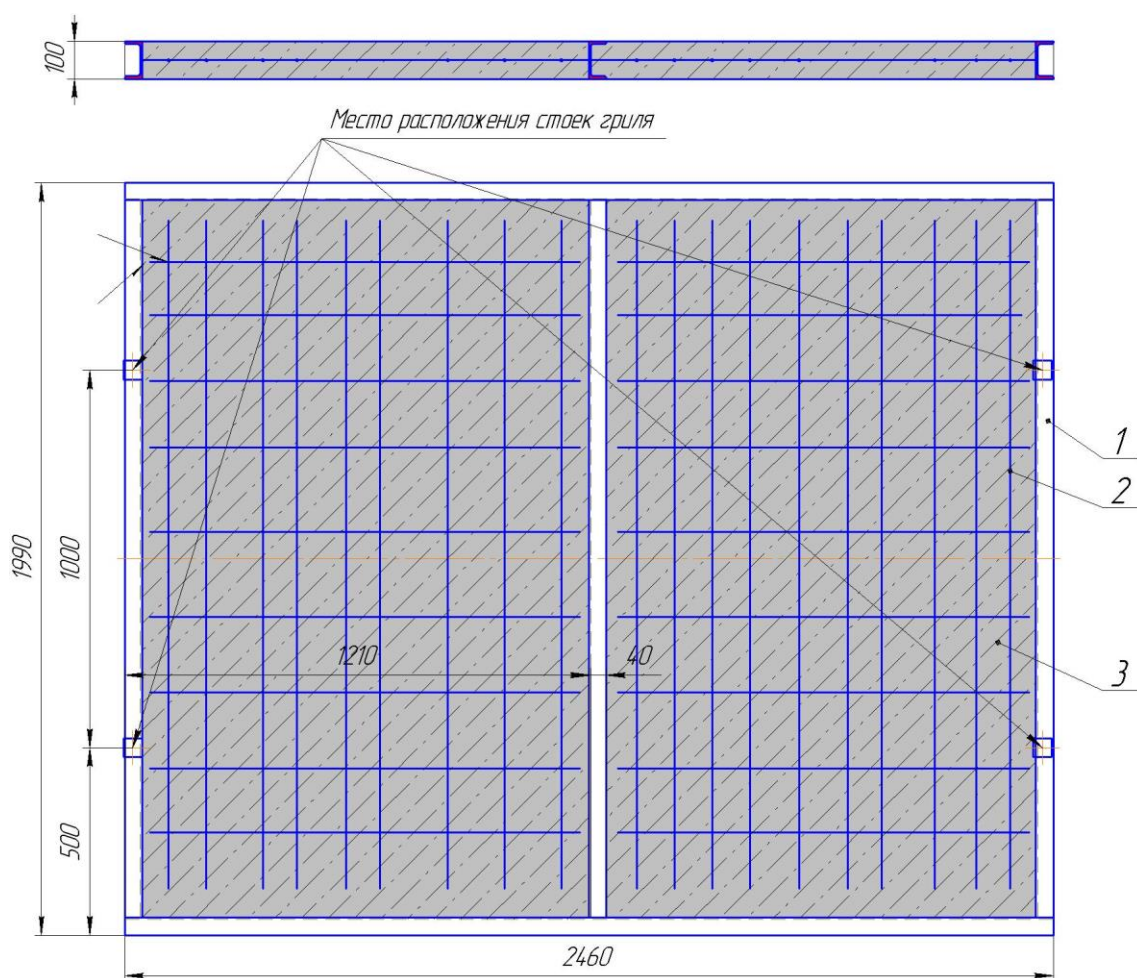

Рис.5 Разгрузочный каркас.
2. Установите гриль на ровную горизонтальную поверхность. Гриль установить на заранее подготовленный разгрузочный каркас (рис. 5), состоящий из рамки 1, сваренных из швеллеров №10, арматуры 2 и цементной подушки 3. При этом опоры основания корпуса гриля должны попасть на швеллера разгрузочного каркаса.